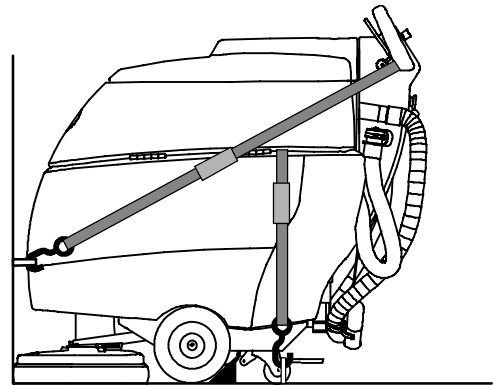

FIG. 73
6. Attachez la machine à l'aide de sangles comme illustré (Figure 73). Il se peut qu'il soit nécessaire d'installer des brides d'attache sur votre remorque ou camion.